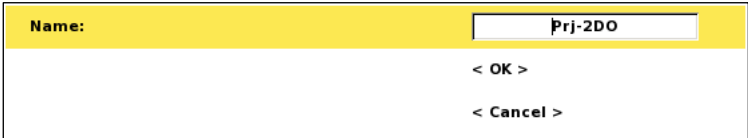

Figura 19 Cuadro de diálogo Cambiar nombre
¡Nota! Esto solo es posible cuando el emulador de teclado se ha abierto desde un cuadro de diálogo donde hay un botón Cancelar. Un ejemplo de esto es el *cuadro de diálogo* Nombre del proyecto (Figura 19)
- Presione <Aceptar> y se mostrará el formulario Cambiar nombre (Figura 19)
- Presione <Aceptar> y se mostrará el formulario Cambiar nombre. Esto es similar a la forma de cambio de nombre del *proyecto* (Figura 19); mantenga el cursor en el cuadro de nombre y presione <OK> para abrir el emulador de teclado (Capítulo 3.6.2 *Los emuladores de teclado*)
- Presione <OK> y se mostrará el formulario de cambio de nombre; esto es similar al formulario de cambio de nombre del proyecto (Figura 19)